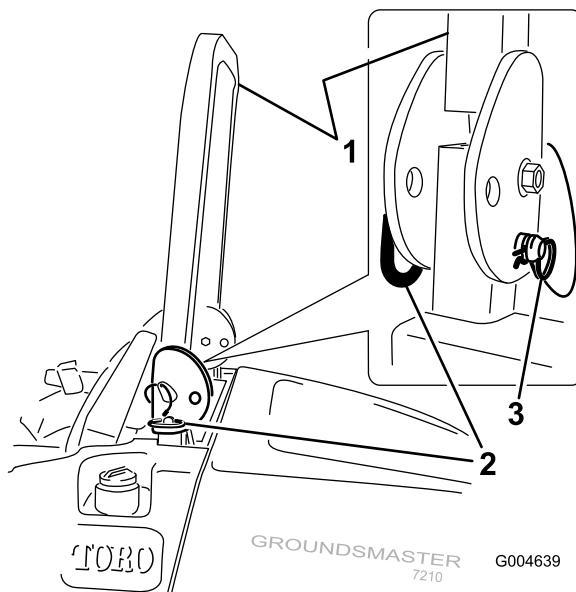

図 12
ピン2本を引き抜く図 12。
3. ピン2本を取り付け、ヘアピンコッターで固定する図 12。
4. ROPSバーを立てるには、ヘアピンコッターを外して、ピン2本を抜き取る図 12。
5. 横転保護バーを立て、ピン2本で固定し、ピンが外れないようにヘアピンコッターで固定する図 12。